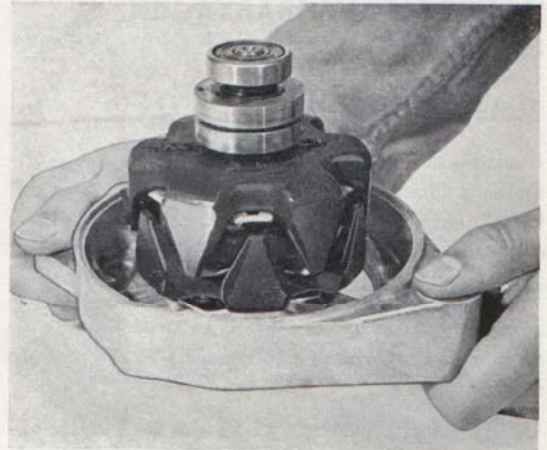

Bild 3-7. Demontering av främre lagersköld
6. Lossa de tre skruvarna som håller främre lagrets stödplatta. Frigör lagret genom att slå axeländan mot en träbit, bild 3-7.